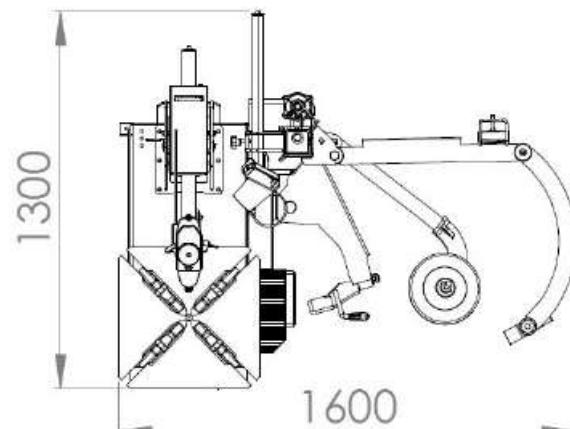

Abb. 16
- Die Abbildung 16 zeigt die Minimalanforderungen an Raum. Halten Sie auch 500 mm Mindestabstand von zu den Wänden ein!